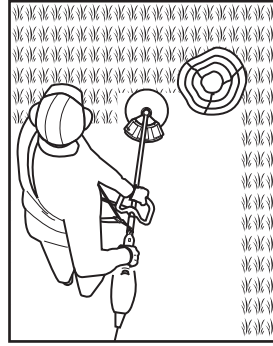

Fig. 21
5. Déplacer lentement et régulièrement le produit de gauche à droite en formant un arc, puis revenir à la position de départ avant de couper la zone suivante (Fig. 21).